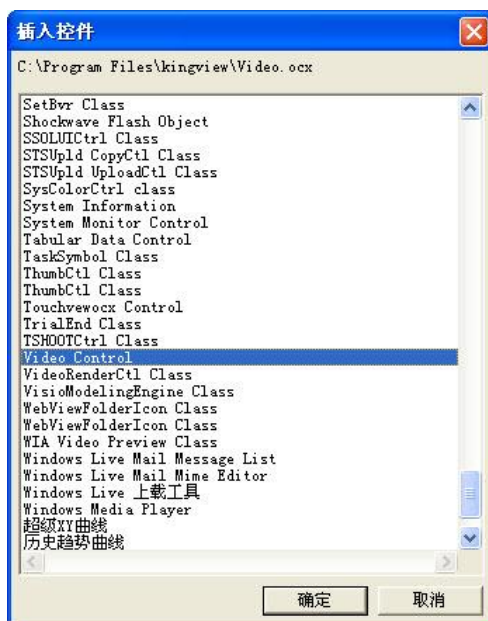

图 14.73 插入控件列表
- ◇ 第二步：在“插入控件”对话框内选择 Video Control，如下图 14.73 所示。